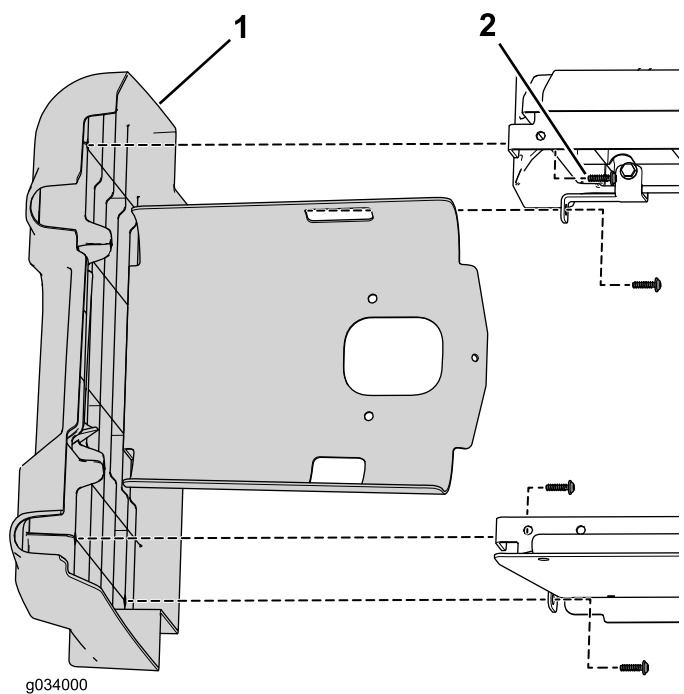

図 6
6. 左側パネルを下側座席アセンブリに固定しているねじ4本を外す 図 6。
4. 肥大側パネルを固定する先ほど取り外したねじ4本を使用する 図 6。